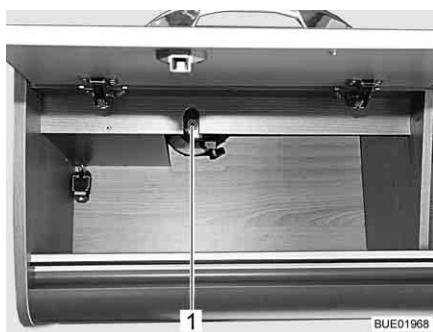
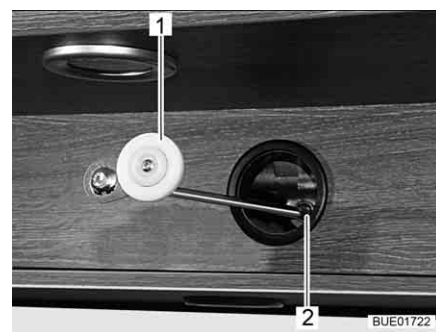

Bild 129 Åtkomst till drivenheten (Lyseo)
Bild 130 Mekanisk betjäning, drev
- Om fästet (Bild 129, 1) för drivningen finns monterat i väggskåpet: Öppna väggskåpet.
- Stick den medföljande veven (Bild 130, 1) eller insexnyckeln i hållaren vid motorn (Bild 130, 2 eller Bild 129, 1).